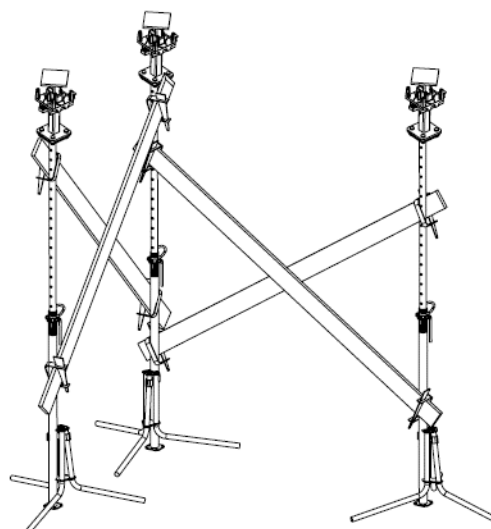

Fig. A2.07
- O bastidor ADB (7) pode ser utilizado com acessórios de diâmetro externo acima de 57 mm.
- Se os bastidores tiverem um diâmetro inferior a 57 mm, a madeira com abraçadeiras pode ser usada como bastidor. (Fig. A2.07)